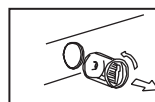

figura 2
2) Arranque el filtro en sentido opuesto de aguja de reloj( como la figura 2).